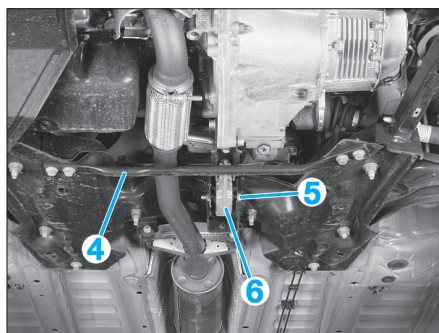

Fig. 2
- la barre antirapprochement (4) (Fig.2),